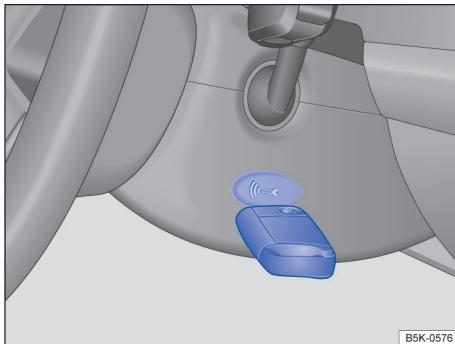

Fig. 110 No lado direito da coluna de direção: função de partida de emergência em veículos com o sistema de partida sem chave Keyless Access.
- Imediatamente após pressionar o botão de partida, mantenha a chave junto ao revestimento direito da coluna de direção → **Fig. 110**.